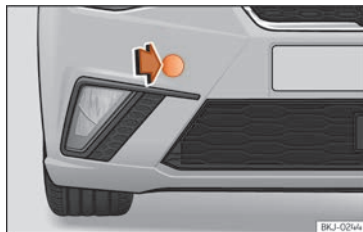

Abb. 155 Auf der rechten Seite des vorderen Stoßfängers: Abdeckung entfernen.
Die Aufnahmen für die einschraubbare Abschleppöse befindet sich im Stoßfänger vorn rechts hinter einer Abdeckung »» (Abb. 155).
- Drücken Sie die Abdeckung im unteren Bereich heraus und lassen Sie sie am Fahrzeug hängen » (Abb. 155).